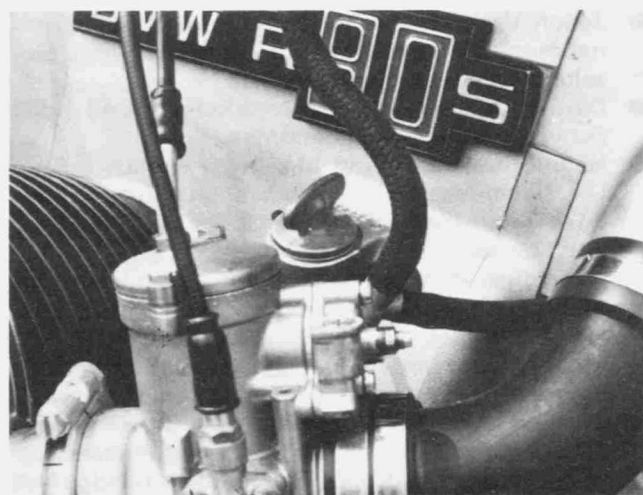

Bild 189
- Bei den am Baumuster R90S montierten Dellorto-Vergasern die beiden Vergaserdeckelschrauben bei jedem Vergaser herausdrehen und die Gasschieber mit dem daran befindlichen Beschleunigerpumpen-Hebel komplett ausbauen. Den O-Ring im Vergaserdeckel beachten. Den Startkolben abschrauben und herausziehen. Kraftstoff- und Luftschläuche abziehen (Bild 189).